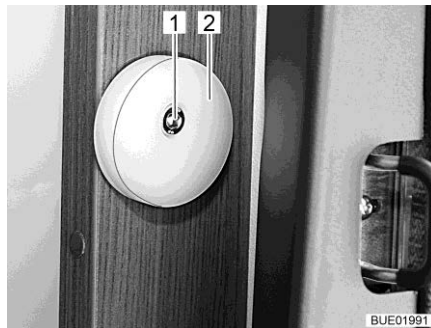

Bild 120 Hubbett-Führung
- Schraube (Bild 120,1) lösen.
- Führungsscheibe (Bild 120,2) verstellen.
- Schraube (Bild 120,1) festziehen.